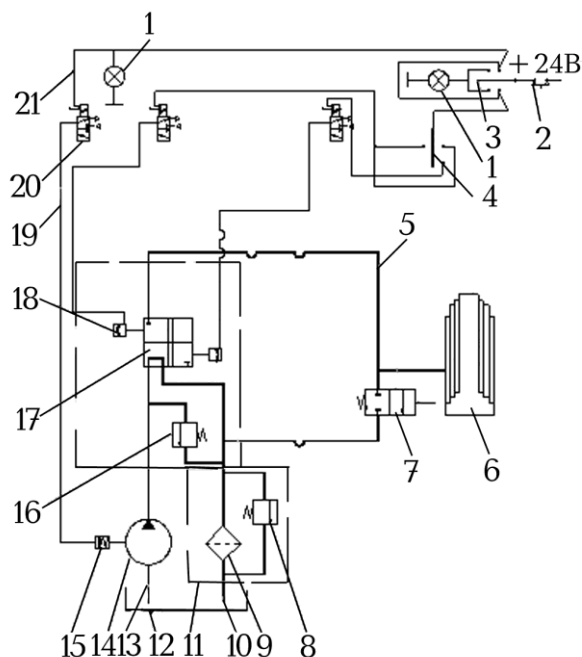

Рис. 74. Принципиальная схема подъема – опускания платформы:
Принципиальная схема механизма подъема и опускания платформы показана на рис. 74.
**Принцип действия самосвальной установки.** Для включения коробки отбора мощности (КОМ) выключить сцепление и включить выключатель 3. При этом загорится сигнальная лампа 11 (см.рис. 9). Воздух из пневмосистемы поступает в пневмоцилиндр 15 (см.рис. 74) КОМ. При включении сцепления гидронасос 14 начинает работать. Масло из маслобака 12 через всасывающую и напорную полости насоса поступает по трубопроводу в кран управления 17, а затем сливается в бак 12.